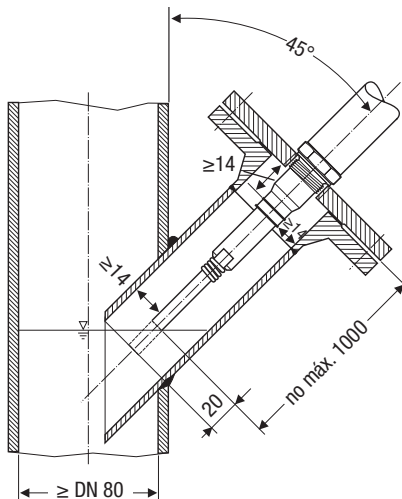

Fig. 16 Montagem inclinada, por ex., em tubagens de abastecimento ascendentes de sistemas de aquecimento de água ou recipientes
- O ângulo de inclinação do eléctrodo é, no máximo, 45° e o comprimento máximo da vareta é, no máximo, 1000 mm. **Fig. 16, 20**